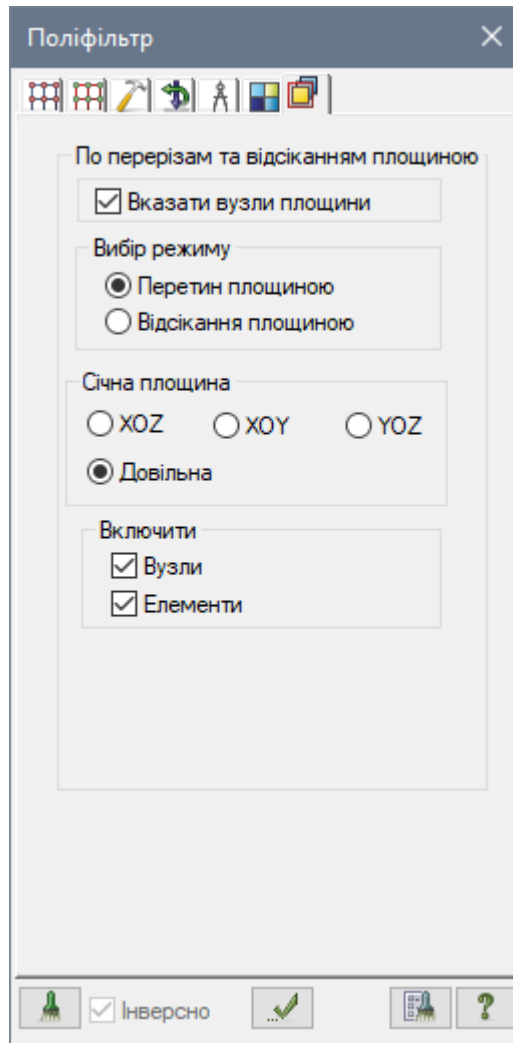

Рис. 5.14. Діалогове вікно ПоліФільтр
- В діалоговому вікні **ПоліФільтр** перейдіть на останню закладку **Перерізи та відсікання** (рис. 5.14) і для вибору січної площини увімкніть радіо-кнопку **Довільна** (за умовчанням встановлені прапорці **Вузли** та **Елементи** в полі **Включити**, увімкнена радіо-кнопка **Перетин площиною** в полі **Вибір режиму**, а також встановлений прапорець **Вказати вузли площини**).